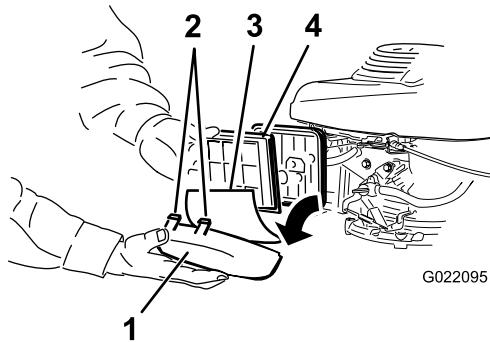

Figura 24
4. Retire la tapa, y retire el prelímpiador de gomaespuma de la tapa (Figura 24).
6. Retire e inspeccione el filtro de papel (Figura 24).
7. Instale el prefiltro de gomaespuma en la tapa del limpiador de aire Figura 24.